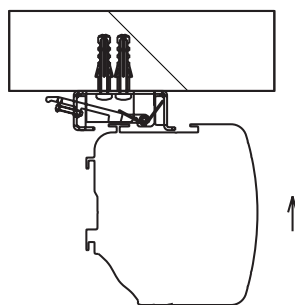

Abbildung 6
2. Heben Sie nun das Leinwandgehäuse mit zwei Personen an und führen es vorsichtig in die Montagebügel ein. Achten Sie darauf, dass die Gehäuseprofile in die Haken der Montagebügel greifen. Schieben Sie das Gehäuse nun langsam weiter, bis die Leinwand mit einem Klickgeräusch hörbar einrastet. (siehe **Abb.6**)